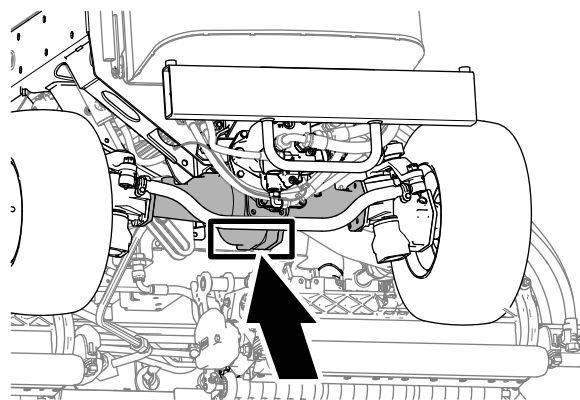

Figura 111
- Spatele mainii - centrul osiei (Figura 111)